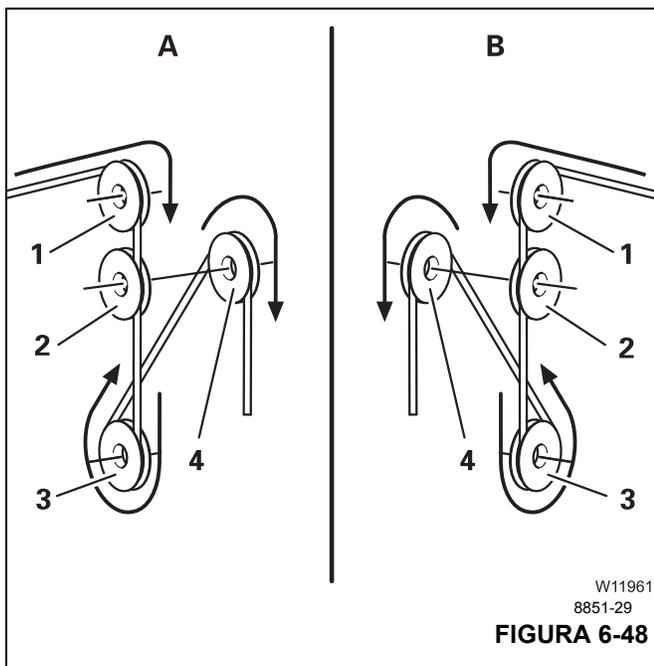

FIGURA 6-48
- Guíe el cable de elevación sobre la polea de cabeza superior (1, Figura 6-48) y hacia la polea de cabeza inferior (2).
- Guíe el cable de elevación desde adelante alrededor de la polea exterior (3) del aparejo de gancho hacia arriba hasta la cabeza de la pluma.
- Guíe el cable de elevación desde atrás sobre la siguiente polea de cabeza correspondiente (4), etc.